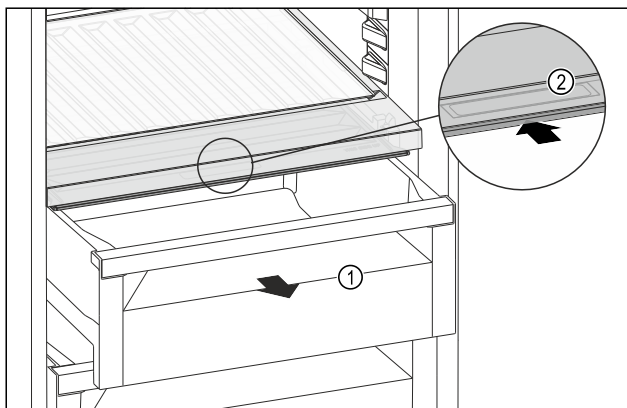

Fig. 169
- ▶ Retirer le tiroir Fig. 169 (1).
- ▶ Saisir la poignée encastrée Fig. 169 (2) du couvercle du compartiment et pousser le couvercle du compartiment vers l'arrière.